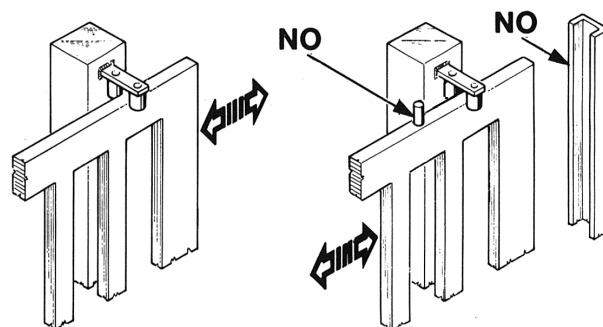

FIG. 3
Las columnas de la verja tienen que llevar en su parte superior unas guías anti-desarrilamiento (Fig. 3) para evitar desenganches involuntarios.
N.B.: Eliminar los topes mecánicos del tipo descrito en el Fig.3.